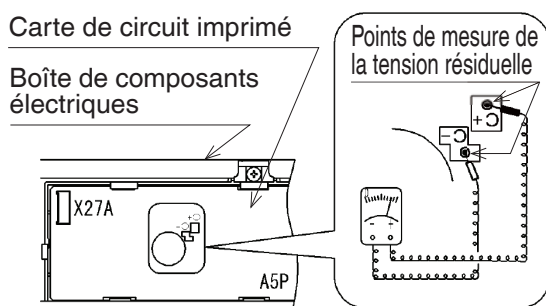

Figure 27
- Vérifiez la tension résiduelle de l'unité intérieure conformément aux instructions. (Reportez-vous à la **Figure 27**.)